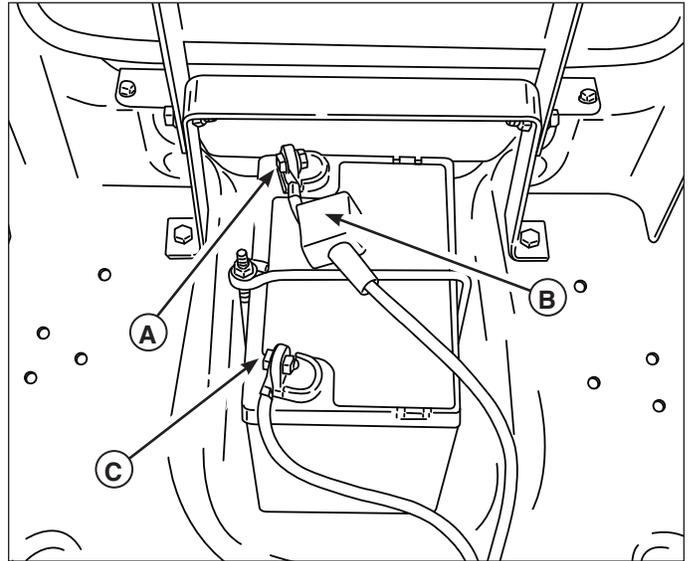

Figure 15. Compartiment batterie
1. Déconnecter les câbles de la batterie, en commençant par les câbles négatifs (**A**, Figure 15).